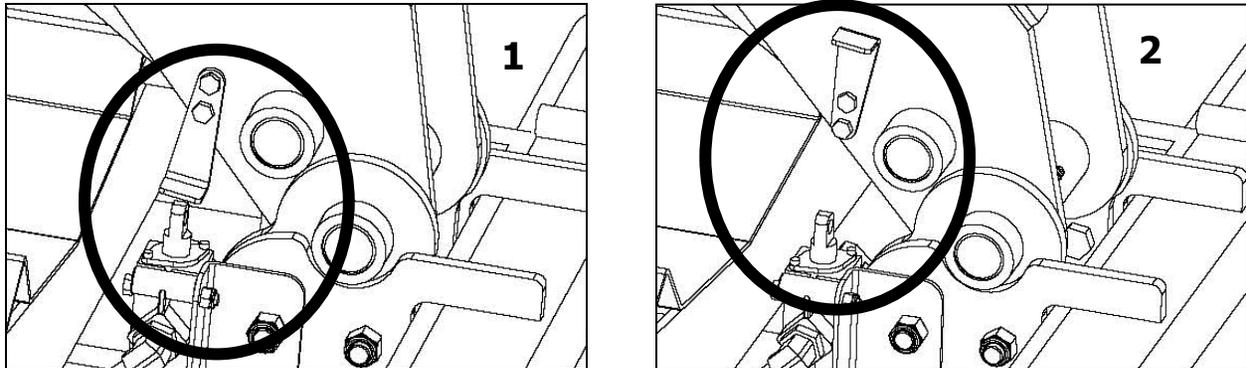

Figure 5.4 Limiteur de course du poussoir
Le poussoir de la remorque WRAPTOR est muni d'un limiteur de course qui permet de transporter des balles de 120 cm ou 150 cm de longueur (voir Figure 5.4). L'image (1) nous montre la position du limiteur de course lorsque l'on transporte des balles de 120 cm de longueur et l'image (2) montre le positionnement du limiteur de course pour le transport des balles de 150 cm de longueur.